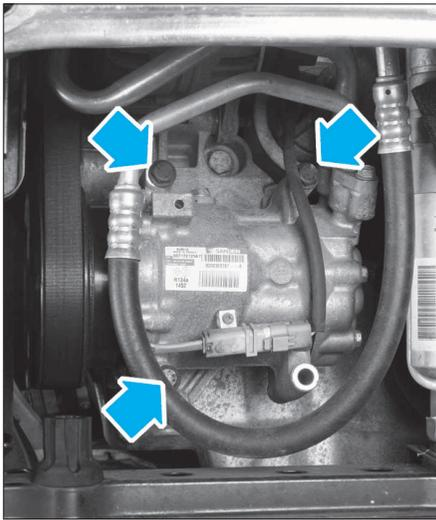

FIG. 9
- Déposer les vis de fixation du compresseur de climatisation (Fig.9).